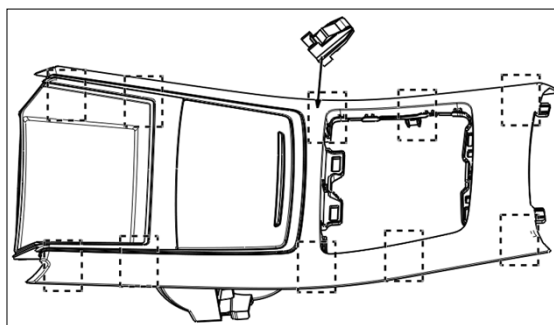

图 1.6.4 副仪表板装饰面板总成的拆卸
- (1) 用一字螺丝刀沿盖板后端边沿安装点附近分别撬启一条能放下手指的缝隙，然后双手伸入握着盖板将十个塑料卡扣依次拔出。如图 1.6.4 所示。
- (2) 副仪表板装饰面板总成的安装：将副仪表板装饰面